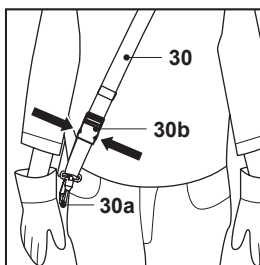

Fig. 23
5. En cas d'urgence, tenir le manche antidérapant (7a) de la perche arrière (7) avec la main gauche et utiliser la main droite pour appuyer sur les deux clips du mécanisme de déblocage rapide (30b). Le produit ainsi que le clip de fixation (30a) seront automatiquement libérés du corps en raison du poids du produit (Fig. 23).